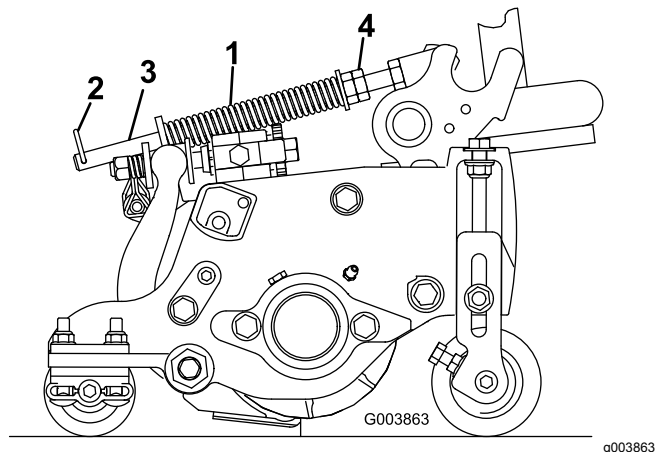

Figura 15
El muelle de compensación del césped transfiere peso desde el rodillo delantero al trasero (Figura 15). Esto ayuda a reducir el patrón de ondulación en el césped.
1. Asegúrese de que el pasador de horquilla está instalado en el taladro del extremo de la varilla del muelle (Figura 15).
2. Apriete las tuerca hexagonales del extremo delantero de la varilla del muelle hasta que la longitud comprimida del muelle sea de 12,7 cm en unidades de corte de 12,7 cm, o de 15,9 cm en unidades de corte de 17,8 cm (Figura 15).